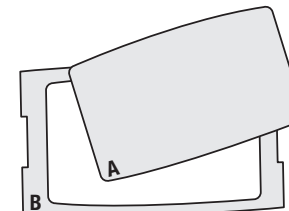

Fig. 7a
1. Quite y deseche el soporte central (A) del empaque alrededor del filtro (B) (Fig. 7a).